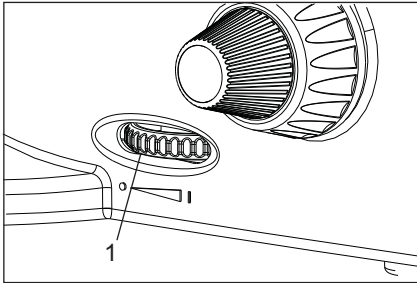

Fig. 5
1. Drehen Sie den AN/AUS-Steuerdrehknopf zu „I“ (AN) wie in Tabelle 5. gezeigt.
2. Drehen des Lichtintensitätjustagedrehknopfes (Fig. 5) in der Richtung des Pfeiles erhöht Helligkeit und das Drehen sie in der entgegengesetzten Richtung verringert Helligkeit